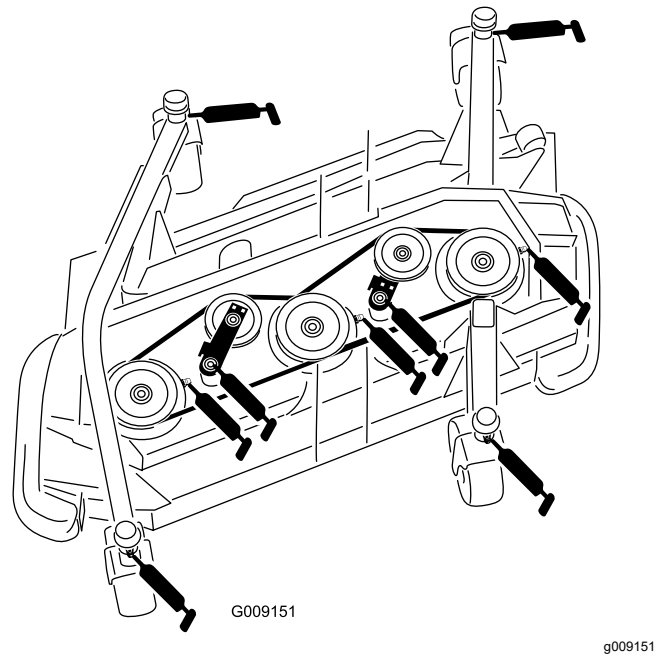

Figure 54
- 4 bagues d'axe de fourche de roue pivotante (Figure 54)
- 3 paliers d'axes de pivot (sur le logement d'axe), comme montré à la Figure 54
- 2 bagues de pivot de bras de tension (sur l'axe de pivot de poulie de tension), comme montré à la Figure 54